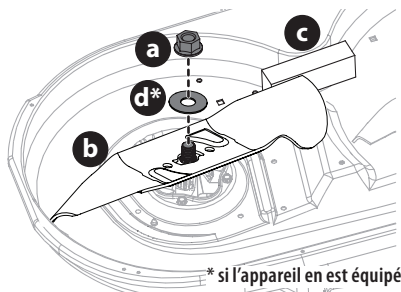

Fig. 46
2. Placez un cale de bois (c) entre le carter du plateau de coupe et le tranchant de la lame (b) pour aider à débloquer l'écrou hexagonal (a) et la rondelle (d)* qui fixe la lame (b). Utilisez une clé de 15/16 po pour desserrer l'écrou hexagonal (a) et la rondelle (d)* (Fig. 46).
3. Lorsque vous réinstallez la lame, assurez-vous de suivre les étapes ci-dessous (Fig. 46) :